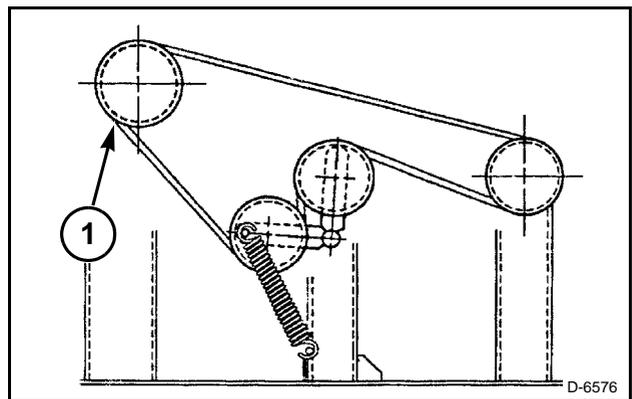

FIG. 129
FIG. 129: Cuando la correa de mando secundaria del espaciador de paja se coloca sobre la polea más pequeña (1) del contraeje, el esparcidor girará a 358 rpm. La posición de alta velocidad se recomienda para usarse en **todas las cosechas excepto maíz**.